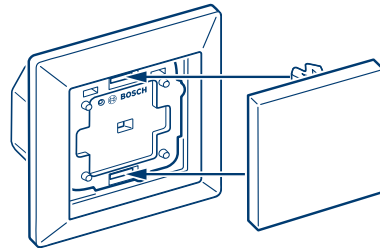

Abbildung 7
i Wenn das Gerät nach drei Minuten noch keine Verbindung zum Controller aufbauen konnte, wird der Anlernmodus beendet. Um den Anlernmodus erneut zu starten, drücken Sie kurz die Systemtaste A. (s. Abbildung 7)
- Ist die Lichtsteuerung erfolgreich in das Smart Home System eingebunden, befestigen Sie die Wippe mit Adapter im Rahmen auf der Lichtsteuerung. Platzieren Sie den Adapter dabei so, dass die beiden Rasternasen in die vorhandenen Langlöcher passen (s. Abbildung 7).